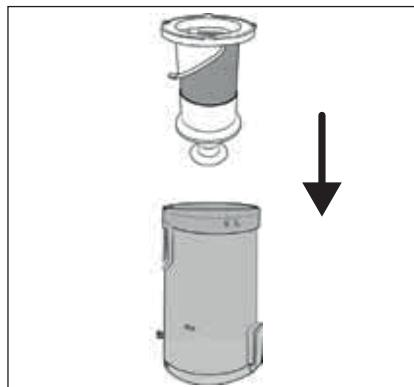

Fig. 23
- Sørg for ved rengøring af filteret af rustfrit stål ⑥, at gummistudsens på den nederste åbning ikke bliver væk.
- 6) Sæt filteret af rustfrit stål ⑥ ind i støvbeholderen ⑦, og tryk det helt ned (se fig. 23). Vær opmærksom på, at låsene på filteret af rustfrit stål ⑥ har forskellige størrelser. Filteret af rustfrit stål ⑥ kan kun sættes ind i én position i støvholderen ⑦ på grund af disse låse.